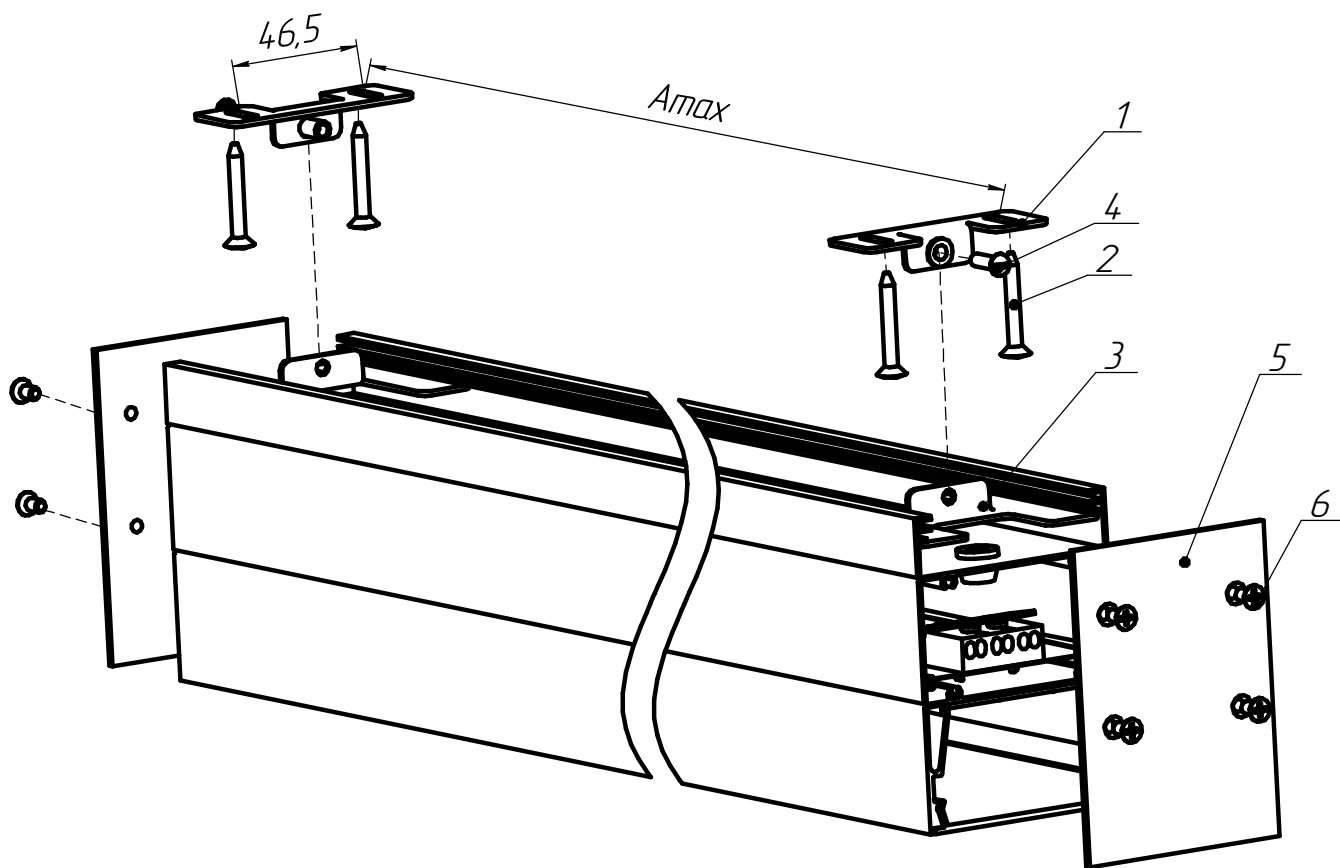

Рисунок 4 - Схема крепления светильников к потолку
5.3.6. Расстояние для монтажа потолочных захватов на потолке, входящих в комплект тросового подвеса (в комплект поставки НЕ входят), согласно "А" в таблице 4. (рисунок 4).
5.5. **Установка светильника на потолок (см. рисунок 4):**